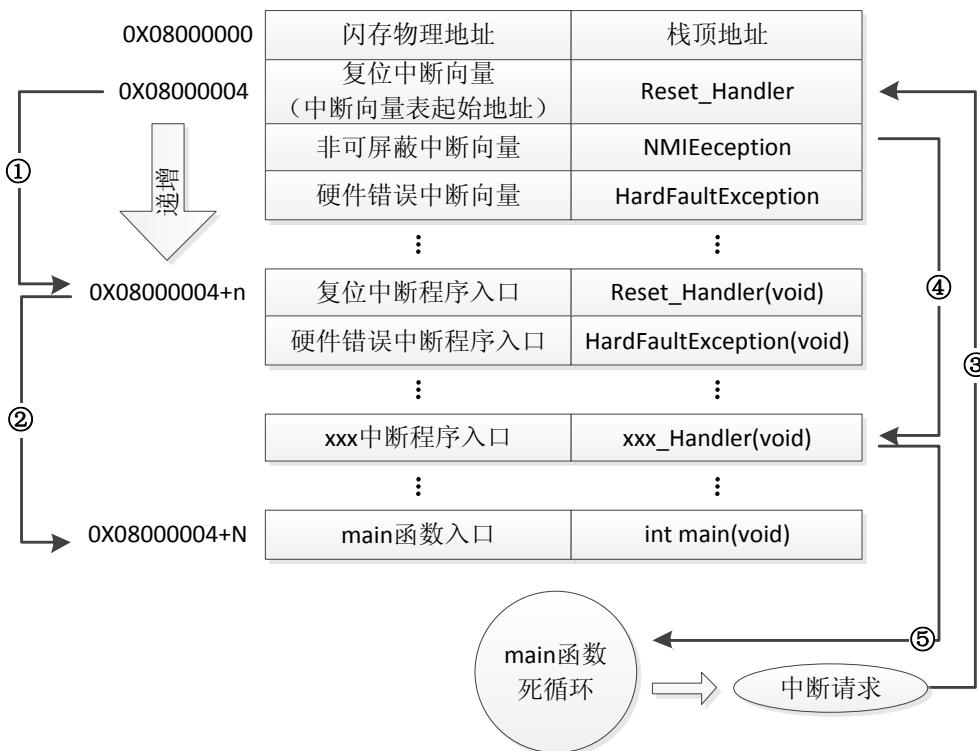
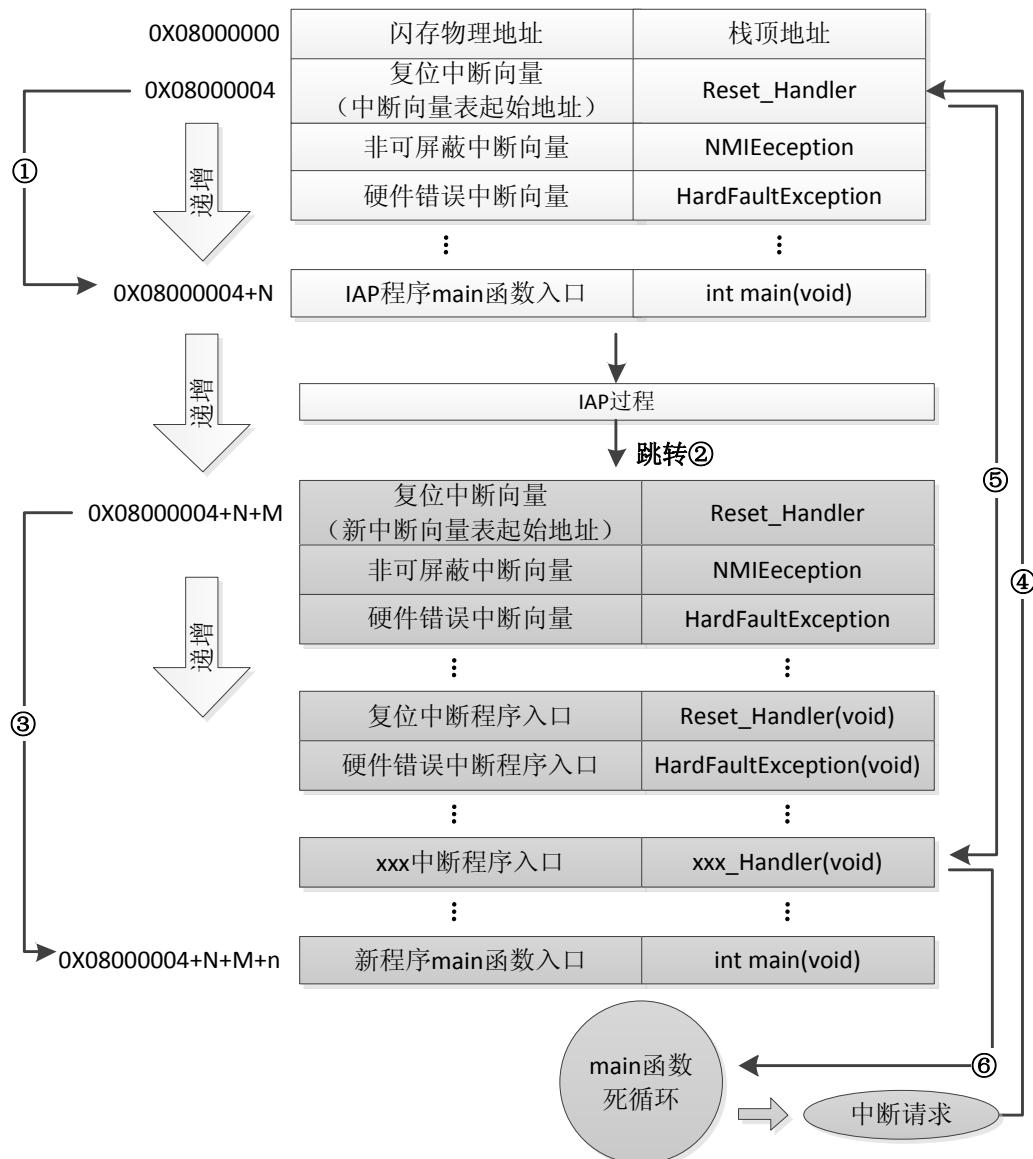

图 53.1.1 STM32 正常运行流程图
图 53.1.2 加入 IAP 之后程序运行流程图
我们先来看看 STM32 正常的程序运行流程，如图 53.1.1 所示：
在图 53.1.1 中，STM32 在复位后，先从 0X08000004 地址取出复位中断向量的地址，并跳转到复位中断服务程序，如图标号①所示；在复位中断服务程序执行完之后，会跳转到我们的 main 函数，如图标号②所示；而我们的 main 函数一般都是一个死循环，在 main 函数执行过程中，如果收到中断请求（发生重中断），此时 STM32 强制将 PC 指针指回中断向量表处，如图标号③所示；然后，根据中断源进入相应的中断服务程序，如图标号④所示；在执行完中断服务程序以后，程序再次返回 main 函数执行，如图标号⑤所示。
当加入 IAP 程序之后，程序运行流程如图 53.1.2 所示：
在图 53.1.2 所示流程中，STM32 复位后，还是从 0X08000004 地址取出复位中断向量的地址，并跳转到复位中断服务程序，在运行完复位中断服务程序之后跳转到 IAP 的 main 函数，如图标号①所示，此部分同图 53.1.1 一样；在执行完 IAP 以后（即将新的 APP 代码写入 STM32 的 FLASH，灰底部分。新程序的复位中断向量起始地址为 0X08000004+N+M），跳转至新写入程序的复位向量表，取出新程序的复位中断向量的地址，并跳转执行新程序的复位中断服务程序，随后跳转至新程序的 main 函数，如图标号②和③所示，同样 main 函数为一个死循环，并且注意到此时 STM32 的 FLASH，在不同位置上，共有两个中断向量表。
本章，我们有 2 个 APP 程序，一个为 FLASH 的 APP，程序在 FLASH 中运行，另外一个位 SRAM 的 APP，程序运行在 SRAM 中，图 53.1.2 虽然是针对 FLASH APP 来说的，但是在 SRAM 里面运行的过程和 FLASH 基本一致，只是需要设置向量表的地址为 SRAM 的地址。